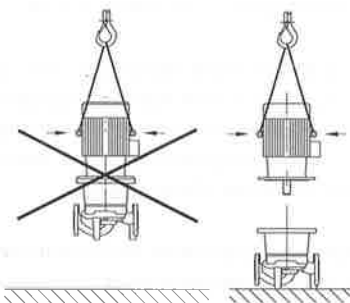

fig. 5: Imbragatura del motore
- Gli occhioni sul motore sono omologati solo per il trasporto del motore, non per quello dell'intera pompa (fig. 5).